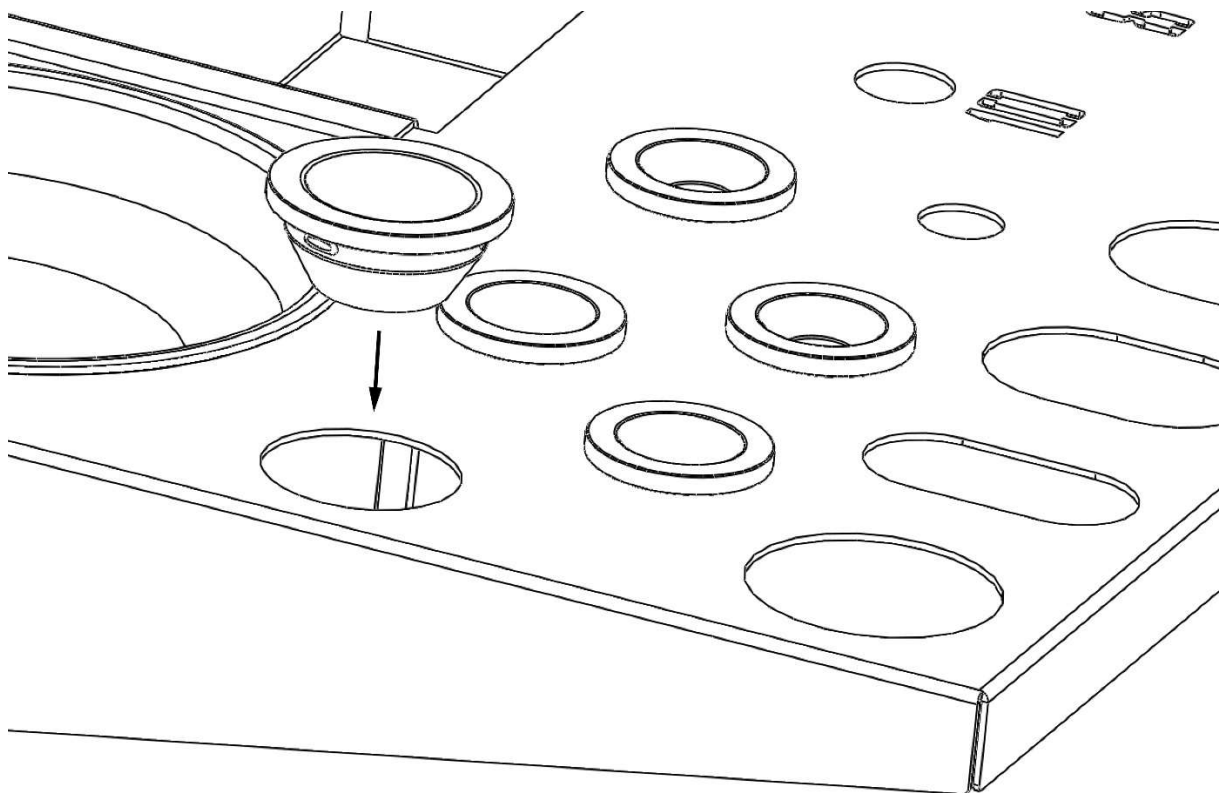

Figure 11: Optional plastic holders for screwdrivers
6. Setzen Sie die Abdeckung wieder auf (Abbildung 11), ggf. mit Gummihammer.